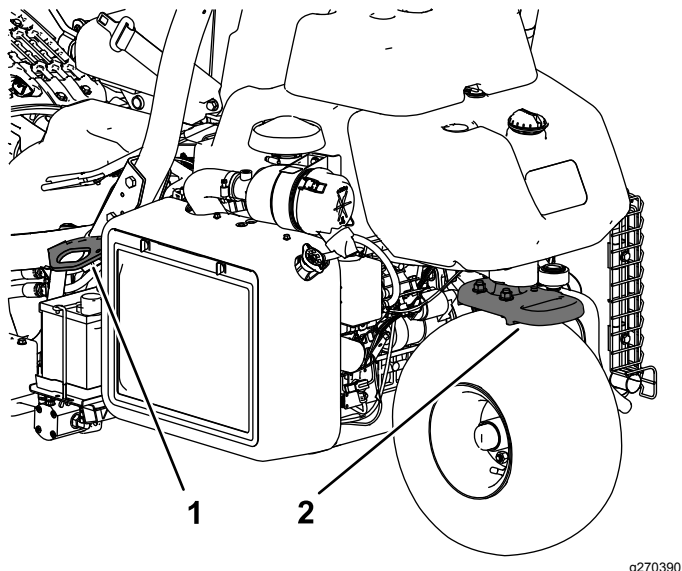

图24
- 用箍带、链条、缆绳或绳索将机器固定牢靠。前后箍带都应从机器的下方向外伸出 图24。